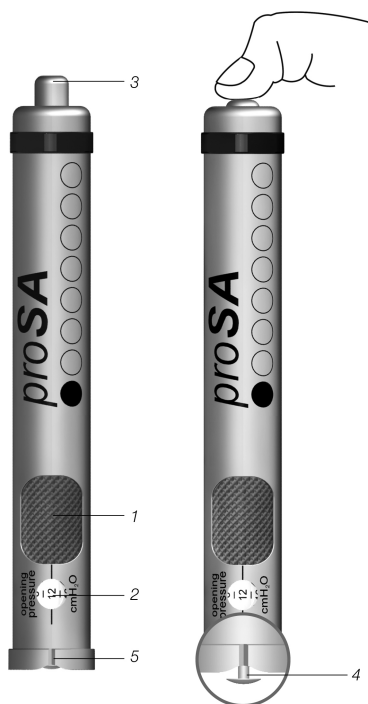

Bild 4: *proSA Adjustment Tool*
Justeringsinstrumentet *proSA Adjustment Tool* (bild 4) för att ställa in ventilens öppningstryck. Den önskade trycknivån ställs in med justeringsratten (1) och trycket visas i indikeringsfönstret (2). *proSA Adjustment Tool* placeras centralt på ventilen. Genom att trycka på tryckknappen (3) skjuts justeringsspetsen (4) ut ur botten, rotorn inuti ventilen låses upp och ventilens öppningstryck ställs in. Markeringen på *proSA Adjustment Tool* (5) måste peka i riktning mot den proximala katetern (som leder till ventilen) när instrumentet sätts på ventilen. Pilen på kåpens undersida anger flödesriktningen.